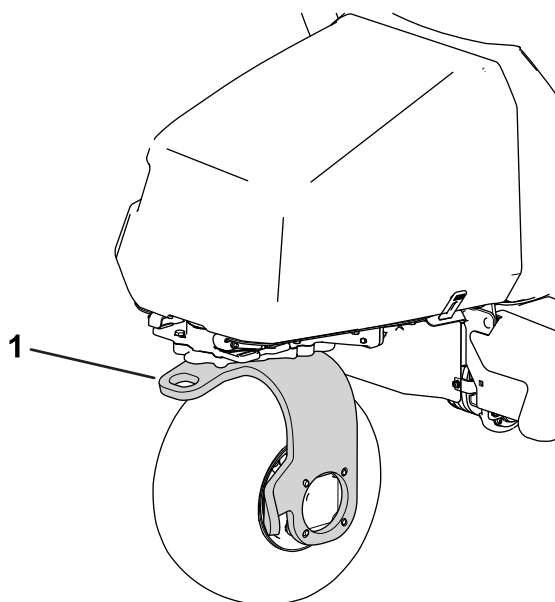

Figura 34
13. Utilizzate la forcella orientabile posteriore per trainare la macchina (Figura 34).